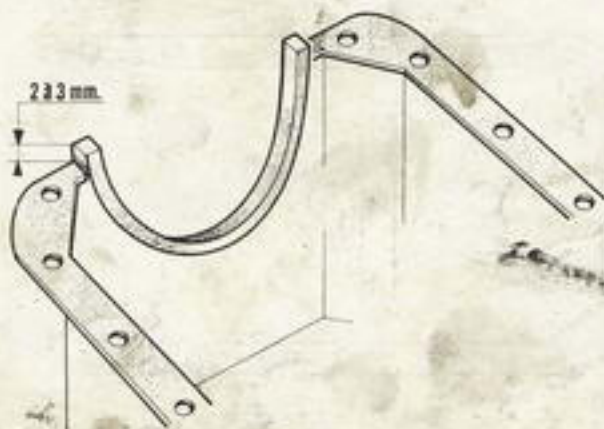

Fig. 18
- Positionner au plastex sur le carter, les joints d'arrondis de façon que les extrémités dépassent le plan de joint, toujours environ de 2 à 3 mm (voir fig. 18).